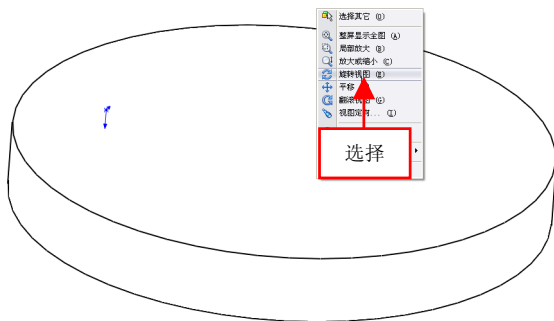

图 1-23 选择【旋转视图】选项
- 1.3 (2) 在绘图区中单击鼠标右键，在弹出的快捷菜单中选择【旋转视图】选项，如图 1-23 所示。